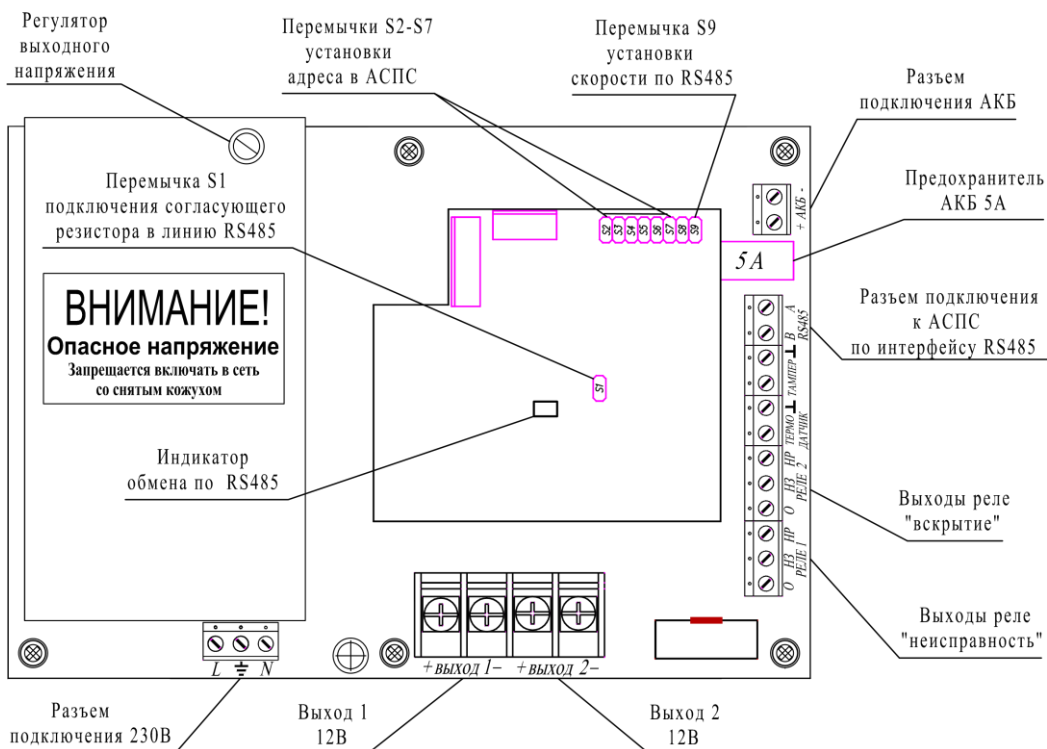

Рис. 1. Расположение контактных колодок, предохранителей, установочных элементов ББП
Все входные и выходные цепи подключаются к ББП в соответствии со схемами подключения с помощью колодок, расположенных на платах (см. рисунок 1).
8.2.6. При использовании ББП в составе АСПС «Бирюза» подключить интерфейсную линию связи (см. рисунок 1). С использованием перемычек S2-S7 задать адрес ББП в системе. Перемычкой S9 установить скорость приемопередачи информации по интерфейсу RS-485.